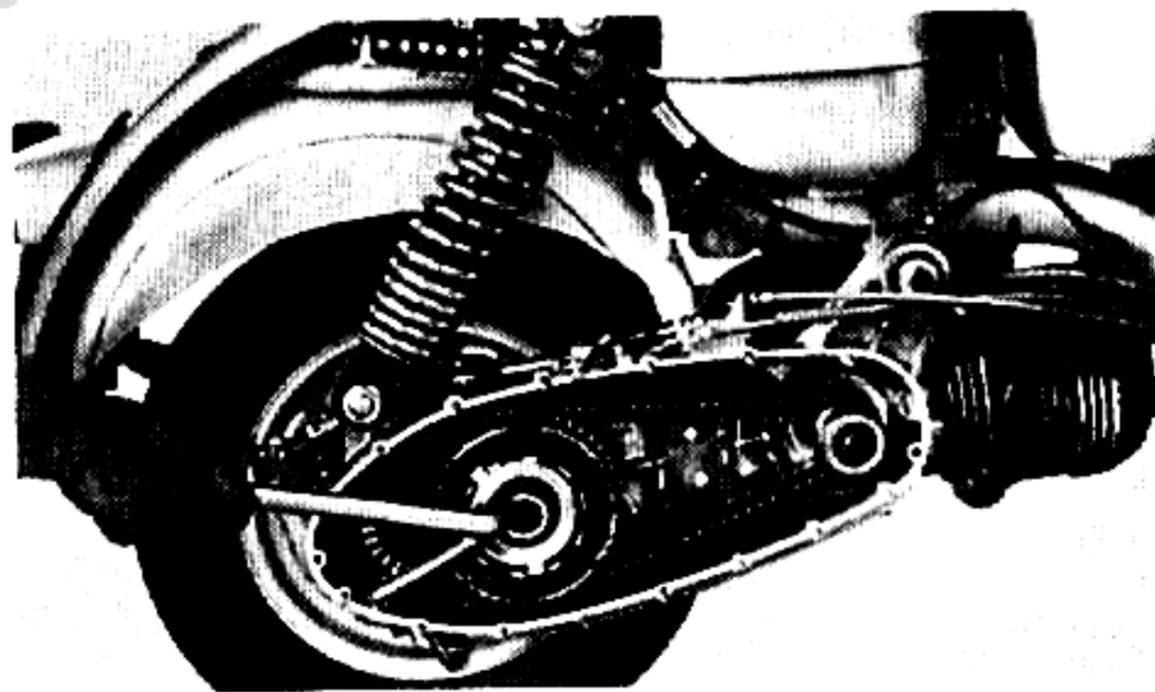

Fig. 7
- 10 Svitare il dado che blocca la campana interna della frizione: bloccare la campana interna con l'attrezzo n. 59804 e svitare il dado che la fissa sul primario (chiave da 22). Vedi fig. 7.